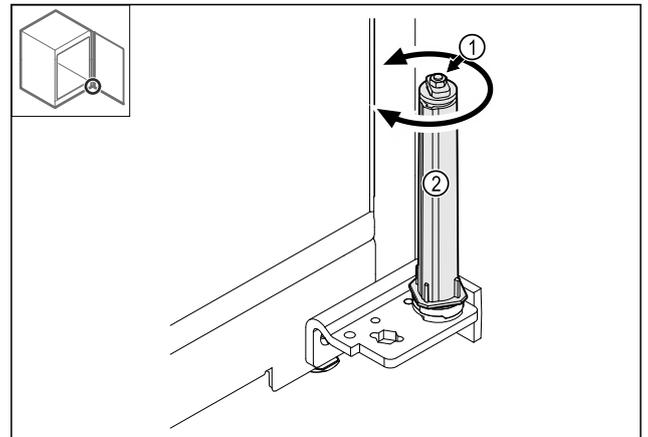

Fig. 42
- Verschraubung Fig. 42 (1) des Schließsystems nicht zerlegen.
- Schließsystem Fig. 42 (2) drehen, bis es klickt.